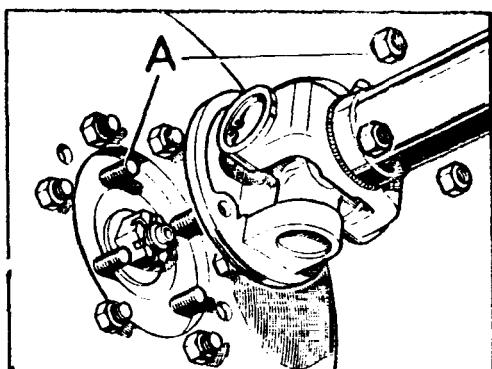

Fig. C1-12 Árbol de transmisión para el eje trasero
- 1.3. Extraer las tuercas, A (Fig. C1-12), del árbol de transmisión trasero y desplazarlo para dejar libre la caja de velocidades.